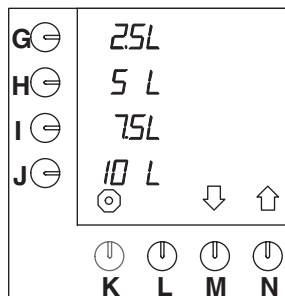

Abb. 33 Serienmäßige Vorwahl der Tasten
Das Gerät ist serienmäßig auf die Einheit L (= Liter) eingestellt. Sie können die Einheit ändern. (Diese Einheit steht serienmäßig im Display bei den Vorwahl tassen (Abb.33)).
- Drücken Sie auf die Wahl taste (N.)↑, bis Abb.33 im Display erscheint.